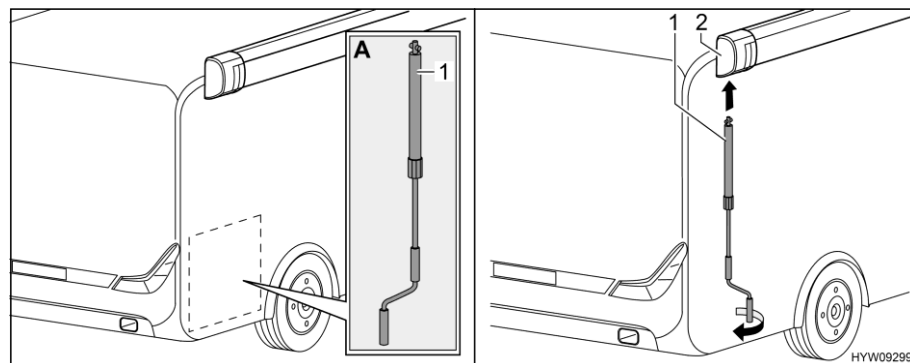

Bild 46 Kurbel anbringen
- Kurbel (Bild 46,1) aus Heckgarage nehmen (Bild 46,A).
- Kurbel in Bajonettfassung (Bild 46,2) der Markise stecken.